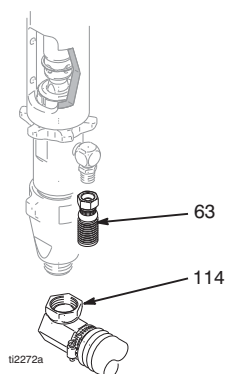

FIG. 7
3. (Fig. 7) Demontați tubul de aspirație (114) și furtunul de vopsea (63) (demontați-l la capătul oscilant).